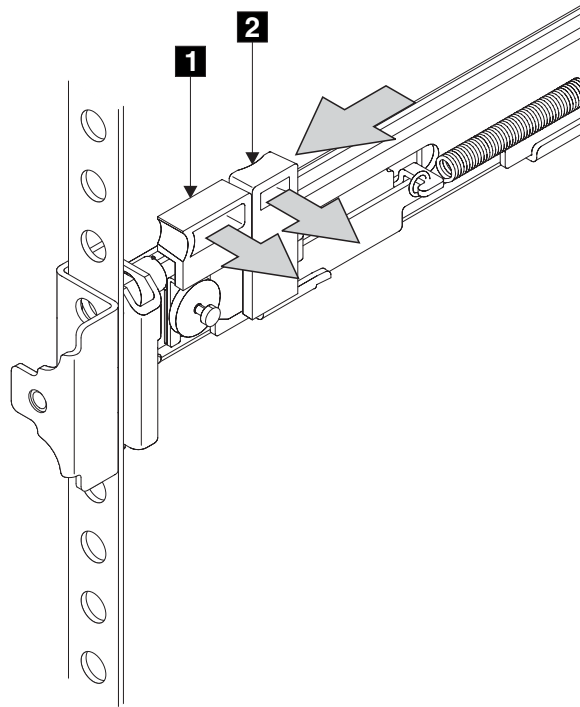

図 26. ラッチ・ロック・キャリア・アセンブリーのクローズ
11. ラッチ・ロック **2** (55 ページの図 26) をレールから押し出して、キャリアを解放する。ラッチ・ロック・キャリアは、ラックの前面に向かってスライドし、位置決めピンは、前面フランジおよび前面レール・ブラケットにある穴を突き抜けます。